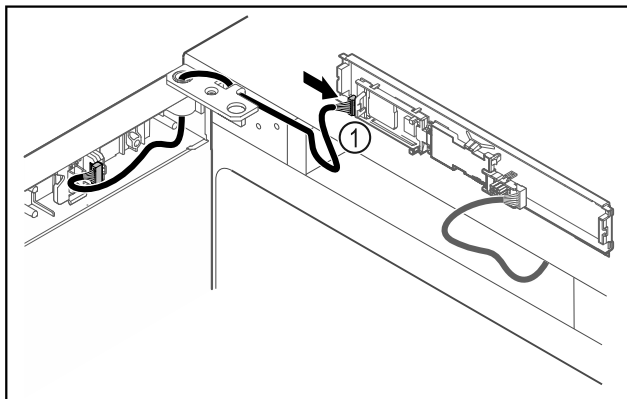

Fig. 43
- ▶ Natakните utikač Fig. 43 (1) na tiskanu pločicu.